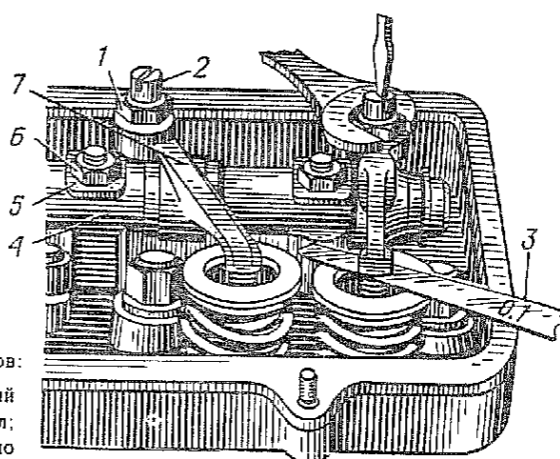

Рис. 37. Регулировка зазоров между носками коромысел и стержнями клапанов:
3.17. Установить на выпускные клапаны наконечники стержней клапанов. Установить на шпильки головок цилиндров валики 4 (рис. 37) коромысел в сборе с коромыслами 7, сухари 5 и закрепить гайками 6 (головка 14, вороток).
5. Отвернуть контргайку 1 (рис. 37) регулировочного винта 2 и, вращая отверткой регулировочный винт, предварительно вставив между носком коромысла и стержнем клапана соответствующий щуп 3, установить необходимый зазор. Удерживая регулировочный винт отверткой, затянуть контргайку (ключ 12, отвертка 150×0,5, набор щупов № 2).